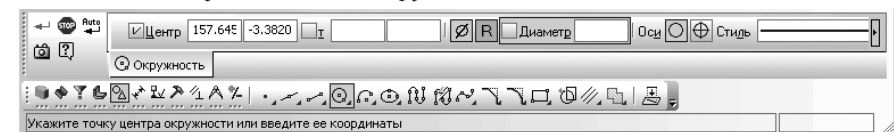

Рис. 6.82. **Панель свойств: Окружность**, **Компактная панель** и **Строка сообщений**
- щелкните на **Компактной панели** по кнопке **Окружность**. Появится **Панель свойств: Окружность** (рис. 6.82). В строке сообщений появится подсказка: **Укажите точку центра окружности или введите ее координаты**;